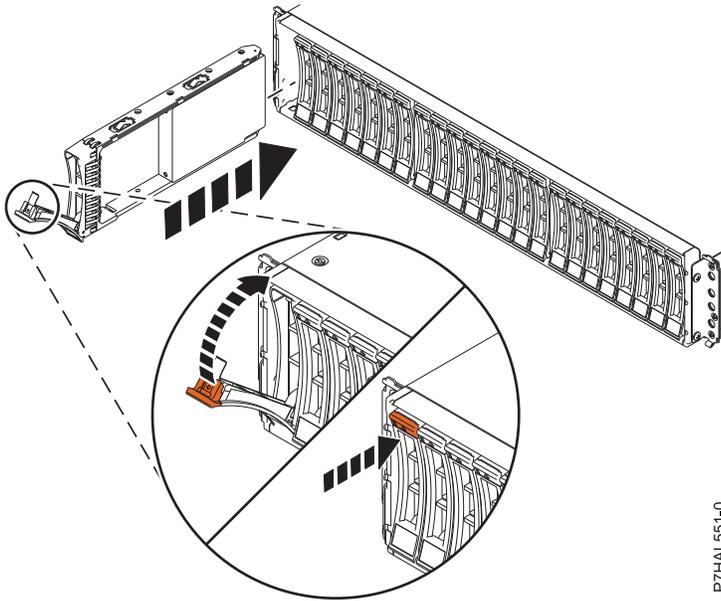

Abbildung 4. Plattenlaufwerk im 5887 Plattenlaufwerkgehäuse installieren oder austauschen
2. Der Griff muss in der entriegelten Position stehen (siehe Abb. 4 auf Seite 6), während Sie das Laufwerk unten mit Ihrer Hand abstützen und an den Führungsschienen im Laufwerkgehäuse ausrichten.
4. Verriegeln Sie das Laufwerk, indem Sie den Griff (**A**) in die gezeigte Richtung drehen. Siehe Abb. 4 auf Seite 6.